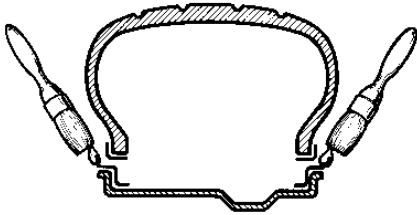

Abb.44
4. Beide Wülste und die Felgenoberfläche schmieren (Abb.44).